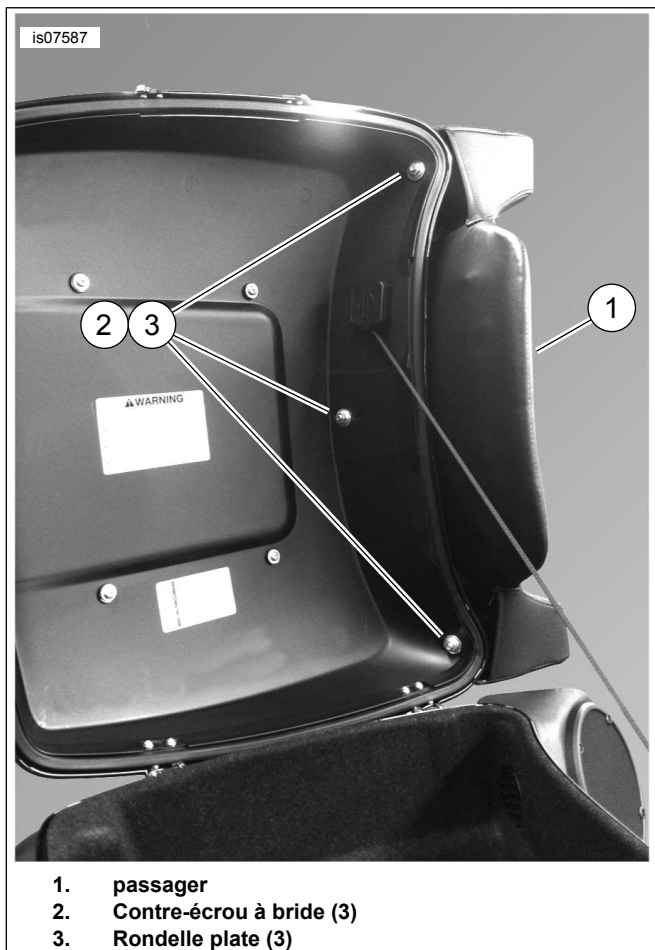

Figure 1. Dossier monté sur le couvercle du Tour-Pak King
1. Voir Figure 1 . Aligner les trois goujons sur le dossier (1) avec les trous percés dans le couvercle du Tour-Pak. Serrer à la main avec les contre-écrous à bride (2) et les rondelles plates (3) du kit.